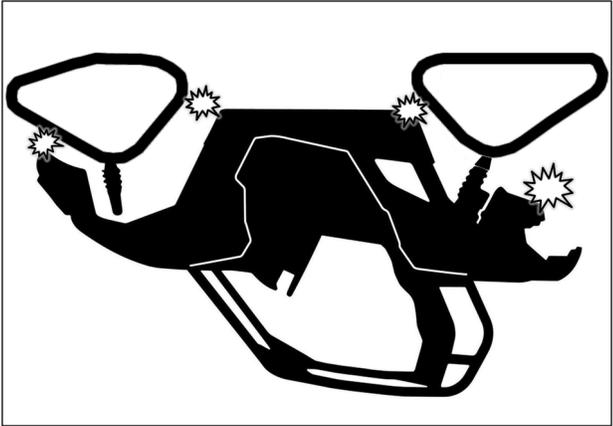

Fig. 29
2. Vérifier s'il y a possibilité de contact entre le système de traction et les coins inférieurs des ailes. Voir la Fig. 29